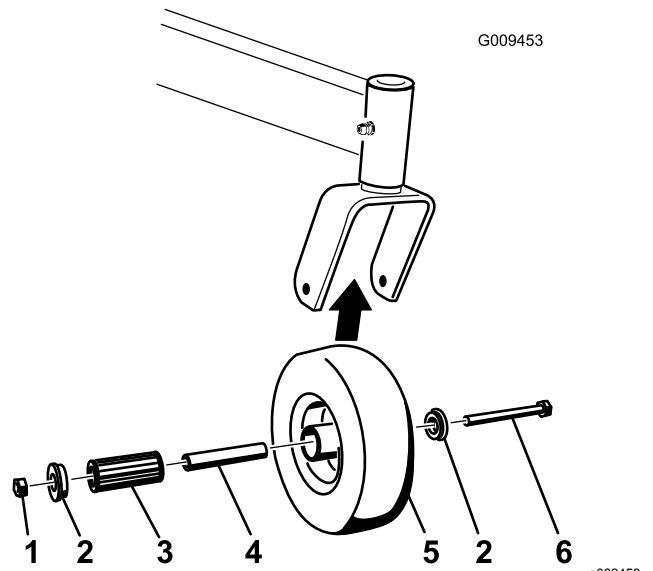

Figura 48
2. Retire un casquillo y tire del casquillo intermedio y del cojinete de rodillos para sacarlos del cubo de la rueda (Figura 48).
3. Retire el otro casquillo del cubo de la rueda y limpie la grasa y la suciedad del cubo de la rueda (Figura 48).
**Nota:** Cambie las piezas dañadas o desgastadas (Figura 48).
5. Coloque un casquillo en el cubo de la rueda (Figura 48).
6. Engrase el cojinete del rodillo y el casquillo intermedio y deslícelos en el cubo de la rueda (Figura 48).
7. Coloque el segundo casquillo en el cubo de la rueda (Figura 48).
8. Instale la rueda giratoria en la horquilla y fíjela con el perno y la contratuerca (Figura 48).
9. Apriete la contratuerca hasta que el casquillo intermedio se apoye contra el interior de las horquillas de las ruedas giratorias (Figura 48).
1. Retire la contratuerca y el perno que sujetan la rueda giratoria a la horquilla (Figura 48).